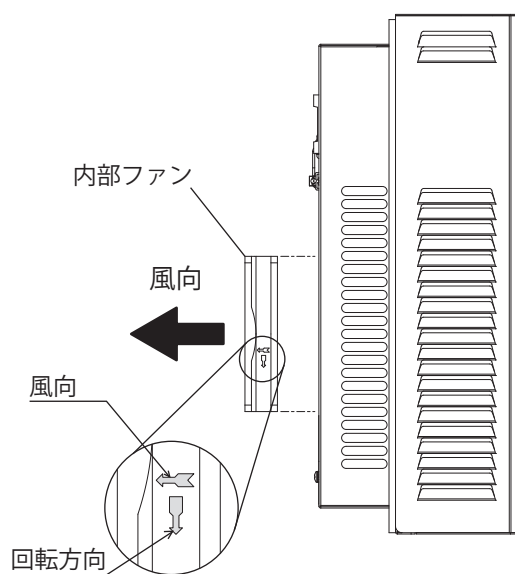

図 8 内部ファン取付方向
- ・ファンに刻印された風向の矢印が本製品の外側に向くように取り付けてください。（図 8）